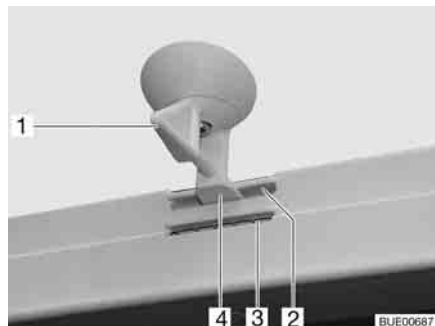
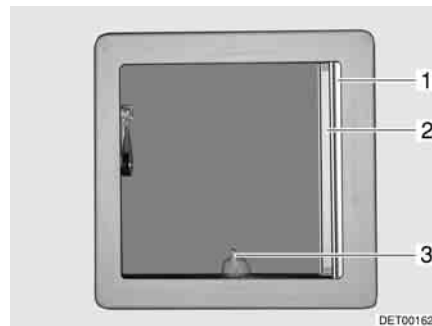

Fig. 63 Oblò inclinabile, bloccaggio
Fig. 64 Oblò inclinabile
- Ruotare la leva (Fig. 63,1 o Fig. 64,3) di un quarto di giro.
- Girare la leva di un quarto di giro. Il bloccaggio (Fig. 63,4) deve entrare nella feritoia inferiore (Fig. 63,3).
- Girare la leva di un quarto di giro. Il bloccaggio (Fig. 63,4) deve entrare nella feritoia superiore (Fig. 63,2).
- Tirare la tendina oscurante pieghevole (Fig. 64,1) fino alla posizione desiderata e rilasciare. La tendina oscurante pieghevole rimane in questa posizione.
- Estrarre la zanzariera a rullo (Fig. 64,2) fino a quando non scatta il bloccaggio dalla parte opposta.